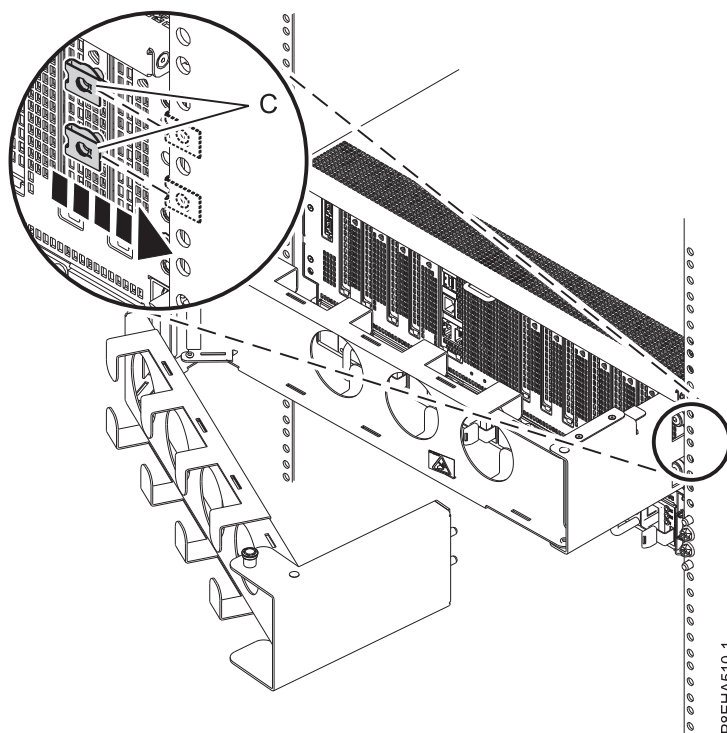

Figura 18. Conectando as presilhas de encaixe ao trilho do rack
2. Arraste a gaveta do sistema para frente, para que você possa acessar o quadro. Conecte as duas presilhas de encaixe (C) ao trilho do rack no local em que a placa externa será conectada ao trilho, conforme mostrado em Figura 18.